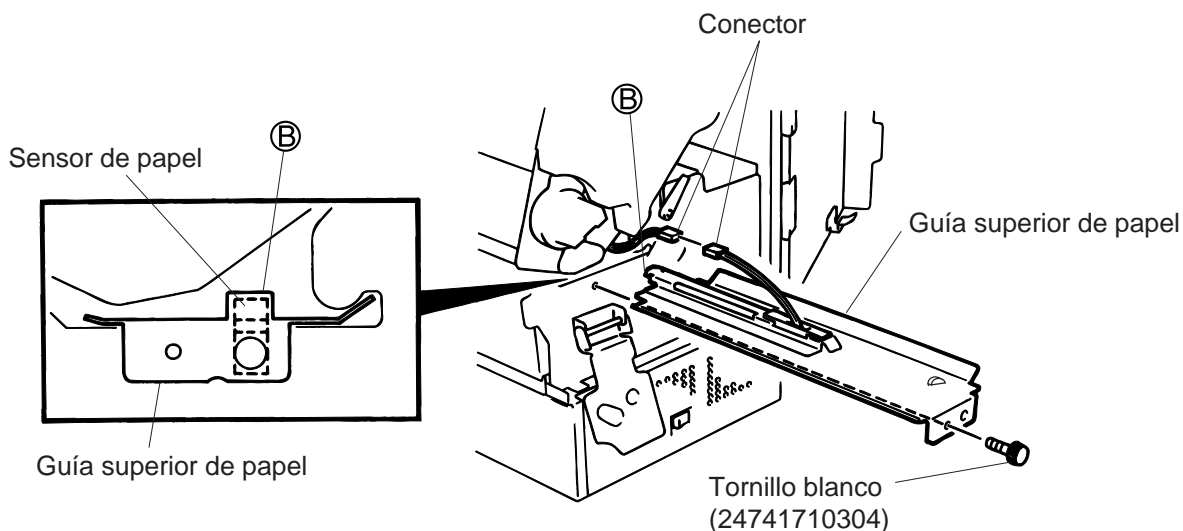

Fig. 12-5
4. Quite el tornillo blanco, desconecte el conector de la guía superior de papel y retire ésta. (Ver Fig. 12-5)
8. Introduzca la guía superior de papel haciendo coincidir la zona (B), con el sensor de papel. Fije esta con el tornillo blanco.